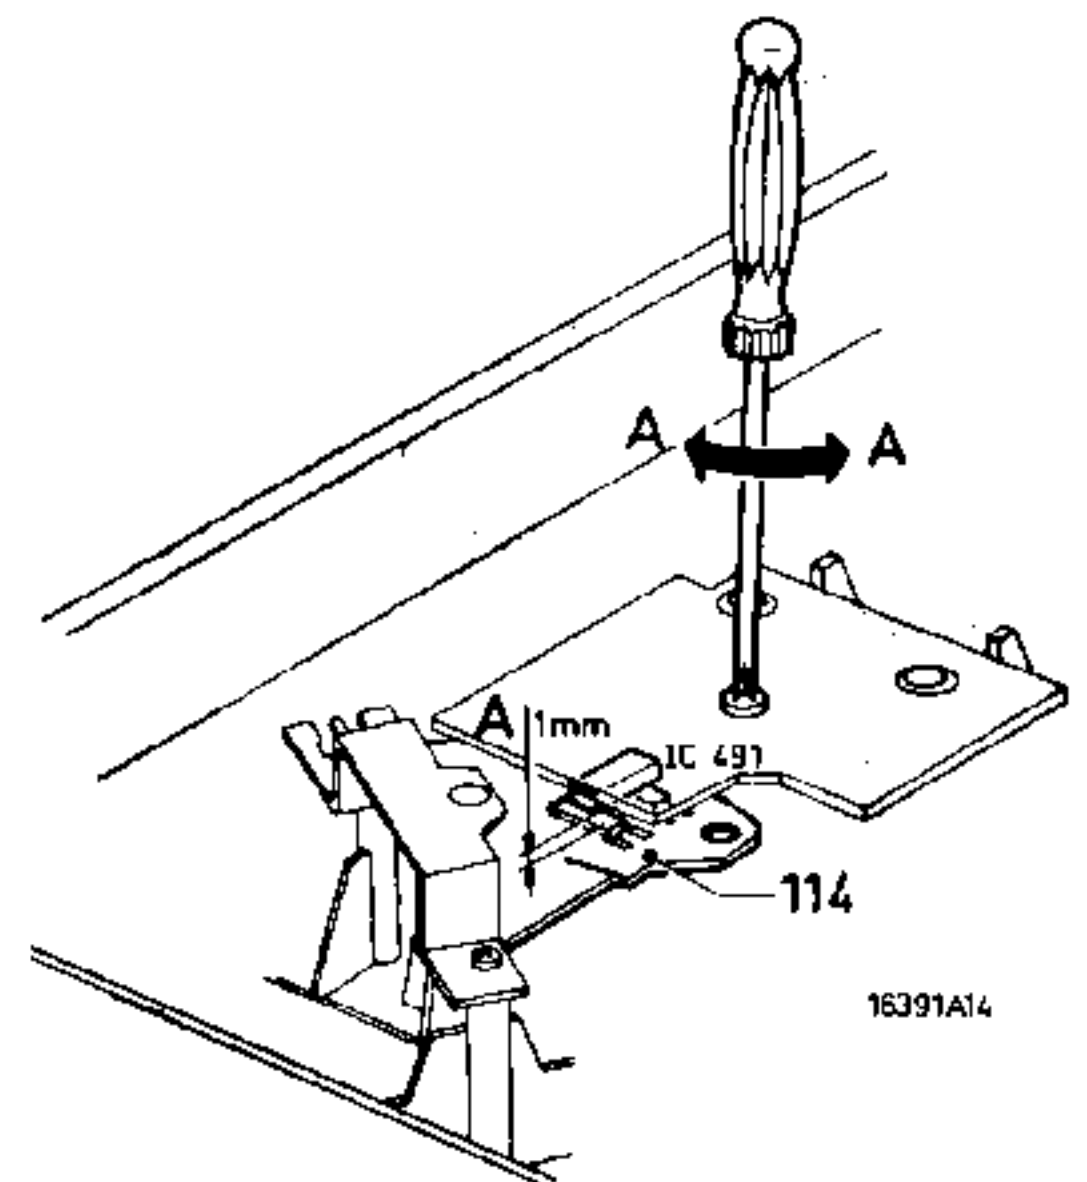

Fig. 5
2. Adjusting IC491 with respect to magnet (Fig. 5)
**2. Instelling IC491 t.o.v. magneet (Fig. 5)**
**2. Réglage de l'IC491 par rapport à l'aimant (Fig. 5)**
**2. Einstellung der IC491 gegenüber Magnet (Fig. 5)**
### 2. Regolazione dell'IC 491 nei confronti della calamita (Fig. 5)